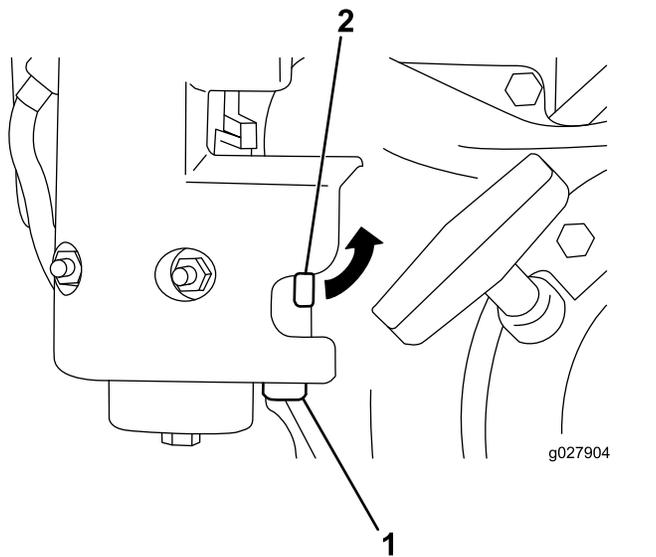

図 35
1. 燃料バルブを閉じ、キャブレターのボディから異物沈殿ボウルを外す 図 35。